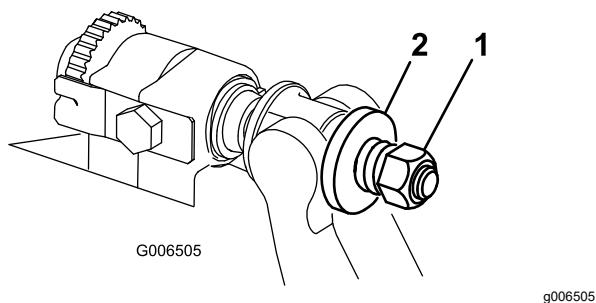

Figura 33
6. Aperte a porca da mola tensora até que a mola fique recolhida; em seguida, desaperte meia volta (Figura 33).